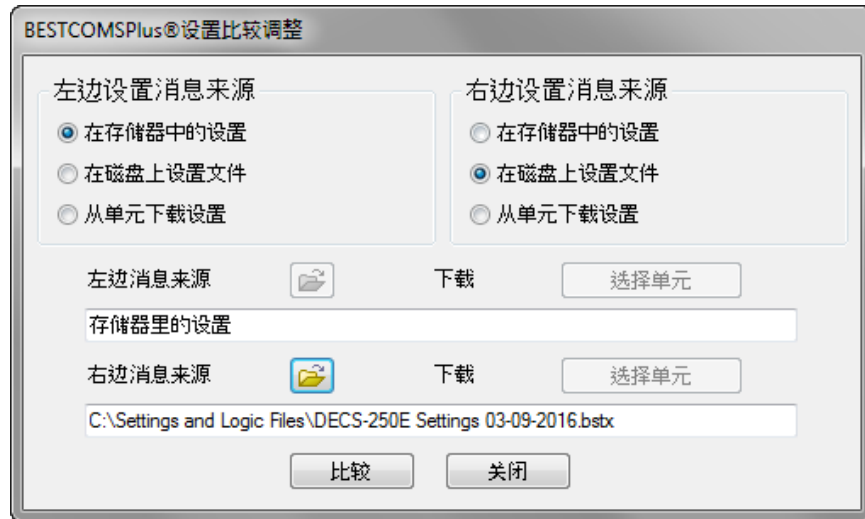

图 19-9. BESTCOMSPPlus 设置比较的设置
**BESTCOMSPlus** 能够对比两个设置文件。为对比文件，应下拉“工具”菜单，并选择“对比设置文件”。出现“**BESTCOMSPlus** 设置比较设置”对话框（图 19-9）。选择“左侧设置源”下第一个文件所处位置，选择“右侧设置源”下第二文件所处位置。如果您正在比对您计算机硬盘驱动器或可移动媒体上的设置文件，请点击文件夹按钮，然后导航到该文件。如果您想比较从一个单元下载的设置，单击“选择单元”按钮来设置通信端口。点击“比较”按钮，对比所选设置文件。